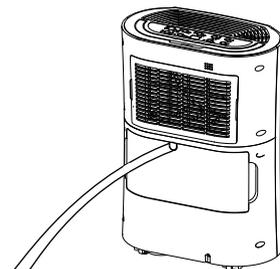

рис. 6
4. Надягніть зливну трубку (12) на зливний патрубков (10) (рис. 6).